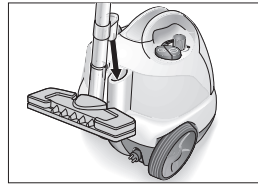

Abb.9: Parkposition
- Bei kurzer Arbeitsunterbrechung kann das Verlängerungsrohr mit montierter Düse in die Parkposition gesteckt werden (siehe Abb. 9).